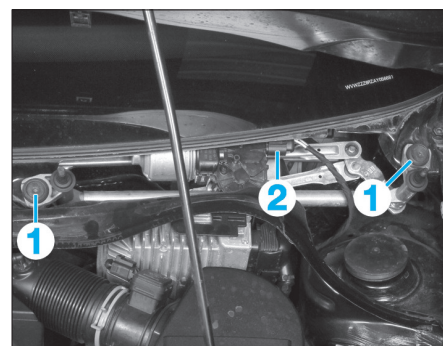

FIG. 76
- Débrancher le connecteur (2) (Fig.76).